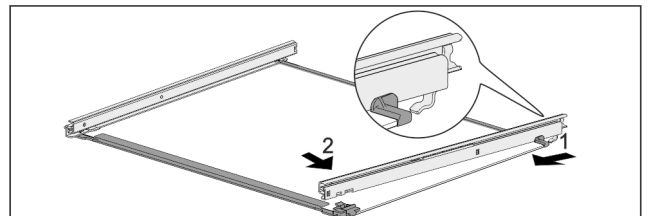

Fig. 45 Tablette en verre avec rails
- ▶ Accrocher le rail à l'arrière. Fig. 45 (1)
- ▶ Accrocher le rail à l'avant. Fig. 45 (2)